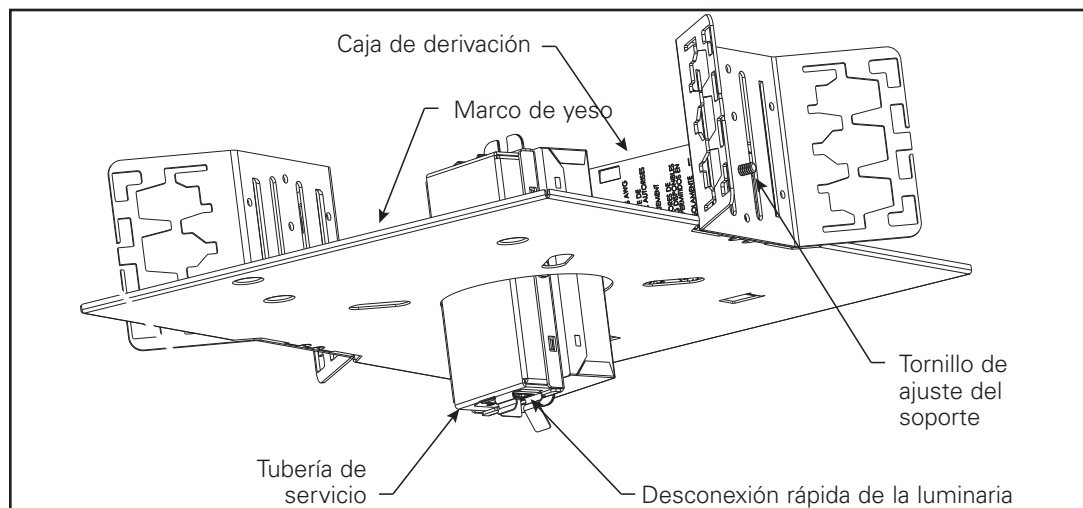
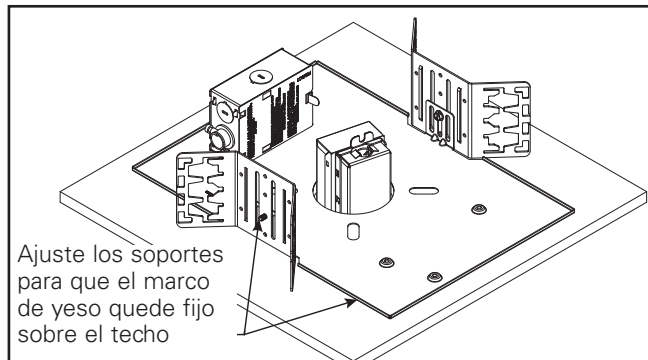

Figura 1
Figura 2
2. Tornillo de ajuste del colgante: Ajuste los tornillos de ajuste del colgante (Figura 1.) para que el marco de yeso quede fijo sobre el techo. (Figura 2.) El soporte del colgante es reversible para permitir un ajuste total de 5".
1. Lleve la tubería de servicio a través y por debajo del techo. Localice el conector de desconexión rápida en la tubería de servicio (consulte la figura 1).